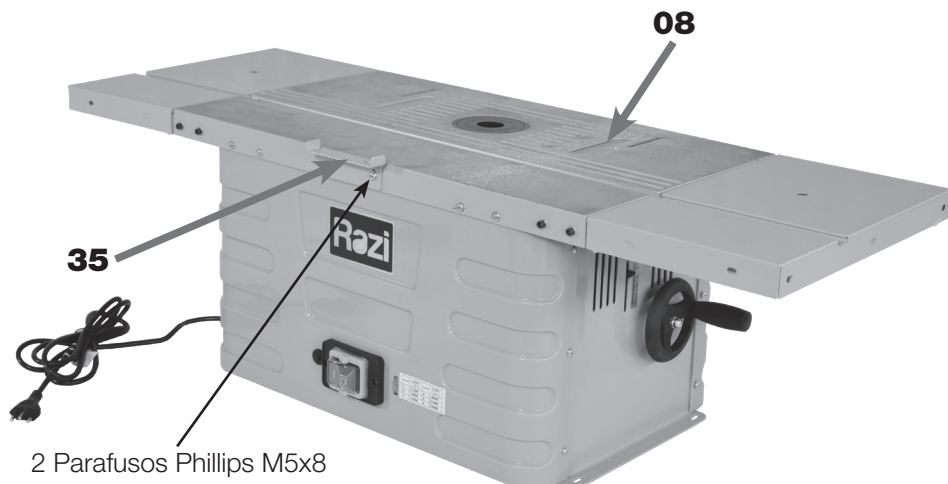
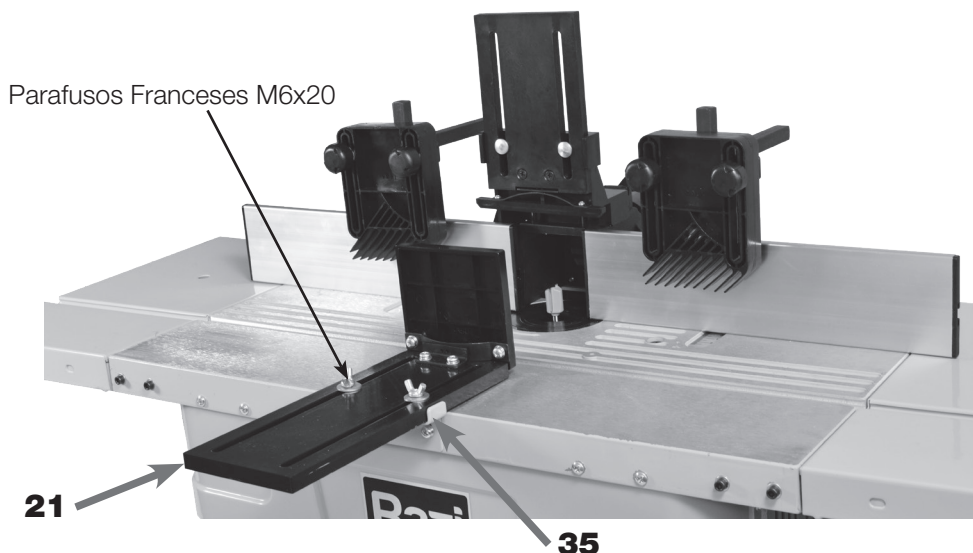

FIGURA 18 - Montagem do Suporte da Barra de Pressão Frontal
FIGURA 32 - Montagem do Conjunto da Barra de Pressão Frontal
6. POSICIONAR e FIXAR o Suporte da Barra de Pressão Frontal (35) pelos 2 Parafusos Phillips M5x8 (figura 18);
28. MONTAR a Barra de Pressão Frontal (21) (figura 32) pelos Parafusos Franceses M6x20 com as respectivas porcas borboletas e arruelas sobre o Suporte (35) (figura 18);